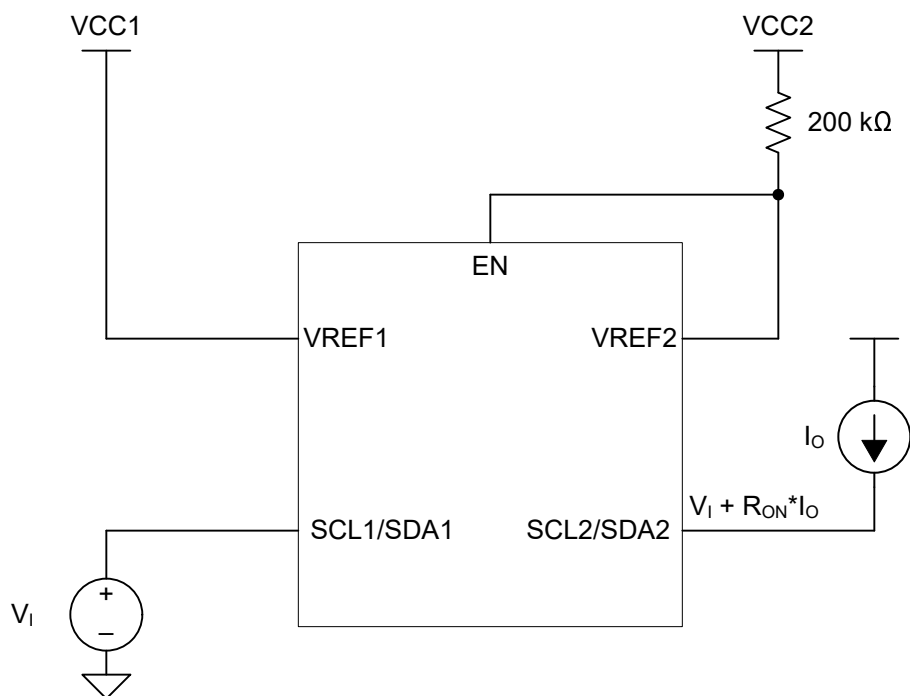

图 7-2. 用于 R_{ON} 延迟的应用设置
- (5) 仅在连接了拉电流配置的应用中测量。参阅图 7-2